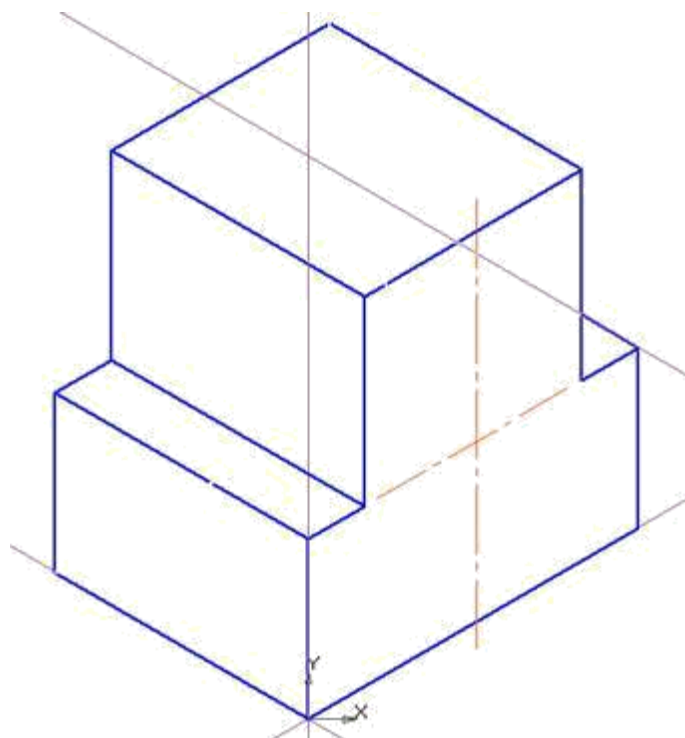

Рис. 6. Создание опоры
18. Сохраните файл чертежа под именем **Опора изометрия. Изометрическое изображение отверстия** (рис. 6).